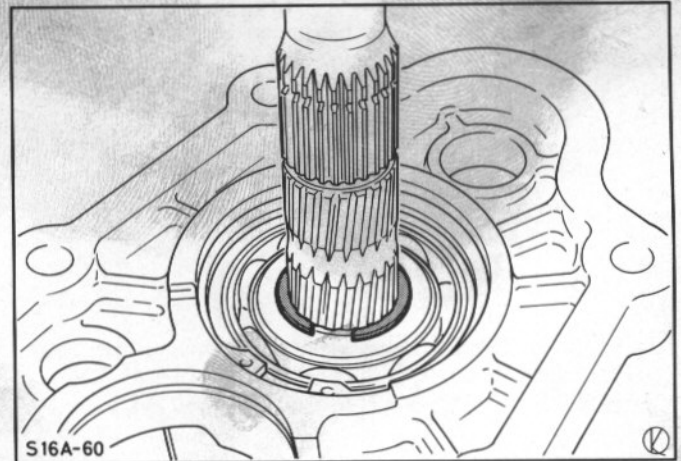

Abb.128 Zwischengehäuse von Hauptwelle abbauen
27. Zwischengehäuse von Hauptwelle abbauen, (1 Sprengring), Abb.128.